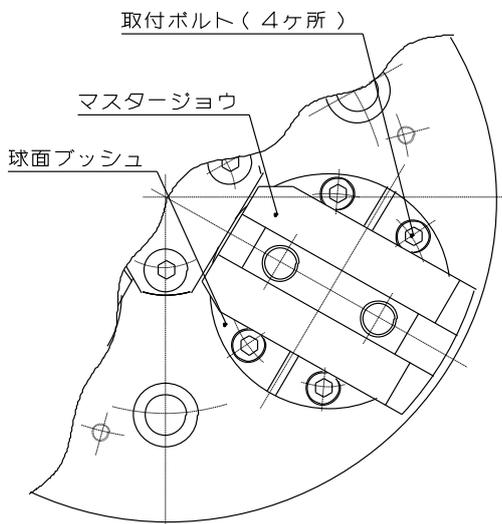

図7
- ① 作業前に必ず機械の主電源を切ってください。
- ② ジョーとTナットを取り外します。
- ③ チャック表面のロケータや治具等をすべて取り外します。
- ④ 球面ブッシュの取付ボルトを取り外します。(図7参照)